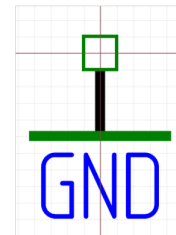

Рис. 67 Порт GND
- GND (Корпус) – обозначение заземления на корпус устройства, см. Рис. 67.